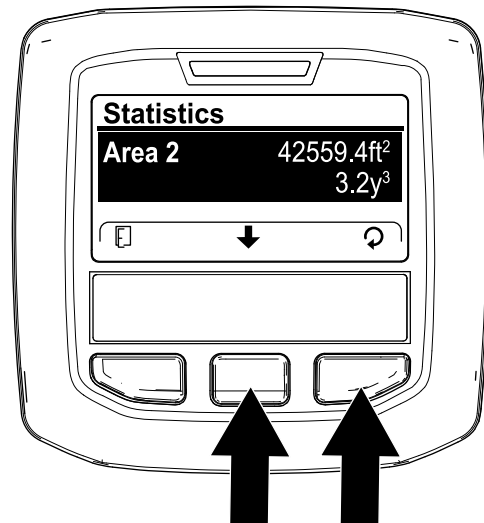

Figura 109
- În ecranul STATISTICS (Statistici), apăsați butonul central InfoCenter până când este selectată opțiunea AREA 2 (Zona 2) (Figura 109).